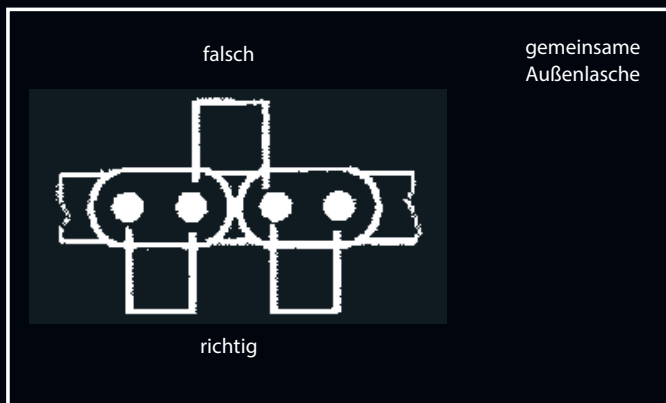

Abb. 2
- Die Montage einer neuen Kette ist ohne den Ausbau der Schwinge bei den meisten Motorrädern nur dann möglich, wenn die Kette offen ist. Bei Verwendung einer Endloskette muss diese zunächst aufgetrennt werden. Zum Trennen müssen zwei benachbarte Bolzen ausgepresst werden, die über eine gemeinsame Außenlasche verfügen, wie in Abbildung 2 zu sehen. Es erleichtert die Arbeit, wenn man die Nietköpfe dieser Bolzen vor dem Herauspressen mit dem Winkelschleifer bearbeitet, so dass sie bündig mit der Lasche sind.